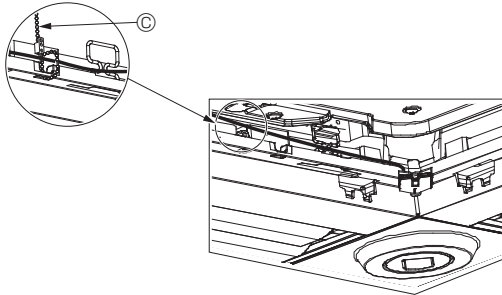

Fig. 5-13
- Zeker de bedrading van de i-See-sensor en signaalontvanger op het paneel met de clip zoals aangegeven in de tekening, zodat er geen speling in de bedrading zit en snij vervolgens het overbodige eind van de clip af. (Fig. 5-13)
- Als de positie van de i-See-sensor is gewijzigd van de positie "o" (E) naar de positie "□" (F), wijzig dan de schakelaarinstellingen. (Raadpleeg pagina 61.)